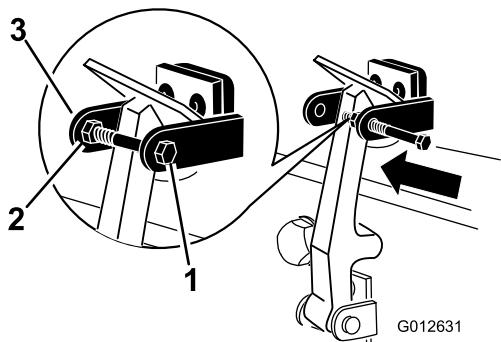

図 9
7. フードロックブラケットのもう一方のアームにボルトを取り付けてラッチを固定する(図 9)。ボルトはしっかりと固定するがナットの締め付けは行わないこと。